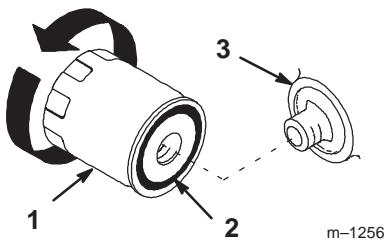

Figure 28
- Déposez le filtre à huile usagé et essuyez la surface du joint de l'adaptateur (Fig. 28).
- Appliquez une fine couche d'huile neuve sur le joint en caoutchouc du filtre de rechange (Fig. 28).
6. Posez le filtre à huile de rechange sur l'adaptateur. Tournez le filtre dans le sens horaire jusqu'à ce que le joint en caoutchouc rejoigne l'adaptateur, puis donnez 1/2 tour supplémentaire (Fig. 28).